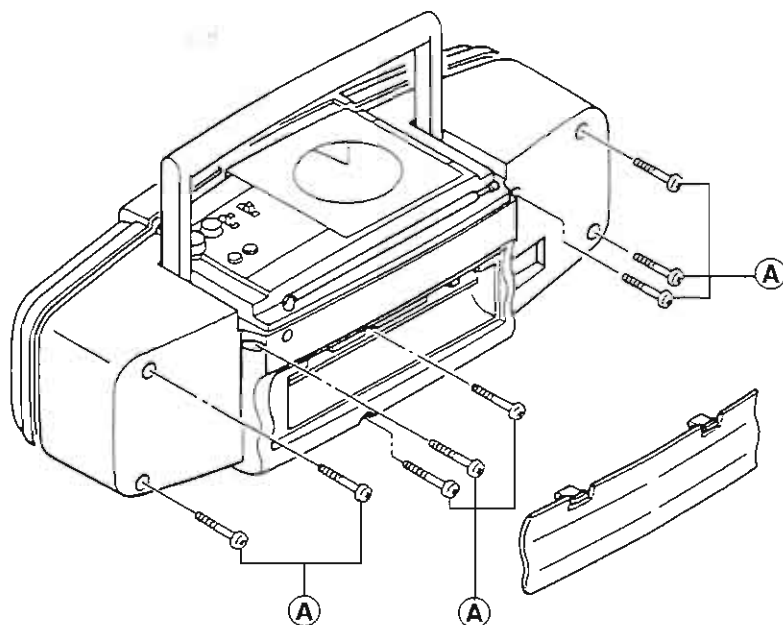
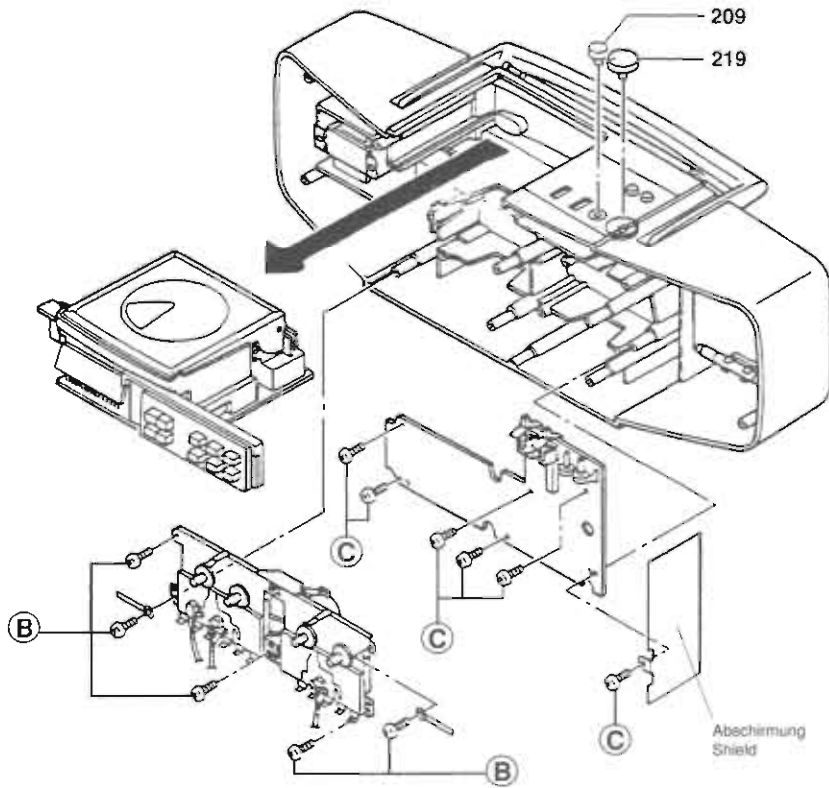
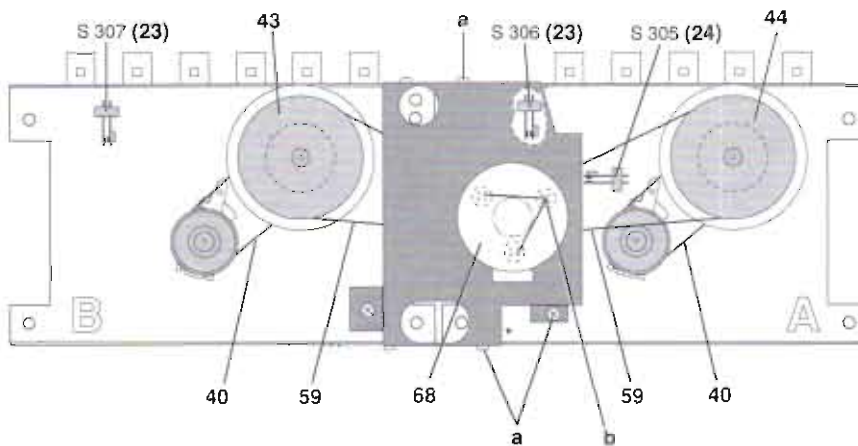

Fig. 1
Fig. 2
Fig. 4
1. Gehäusevorderteil abnehmen (Fig. 1)
- 8 Schrauben (A) herausdrehen.
2. Cass.-Laufwerk A + B ausbauen (Fig. 2)
- 5 Schrauben (B) herausdrehen.
3. Motor ausbauen (Fig. 4 und 5)
1. Removing the Cabinet Front (Fig. 1)
- Undo 8 screws (A).
2. Dismantling the Cassette Drive Mechanisms A + B (Fig. 2)
- Remove 5 screws (B).
3. Removing the Motor (Figs. 4 and 5)
4. Schwungscheiben ausbauen (Fig. 4 und 6)
4. Removing the Flywheels (Figs. 4 and 6)
6. CD-Einheit ausbauen (Fig. 2 und 3)
- CD-Einheit nach vorne herausziehen (Fig. 2).
7. Verstärkerplatte ausbauen (Fig. 2)